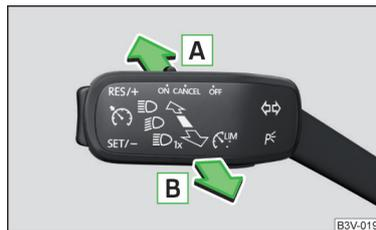

Abb. 66
- Den Hebel in die gefederte Stellung **A** » Abb. 66 drücken. Im Display des Kombi-Instruments leuchtet die Kontrollleuchte  auf.